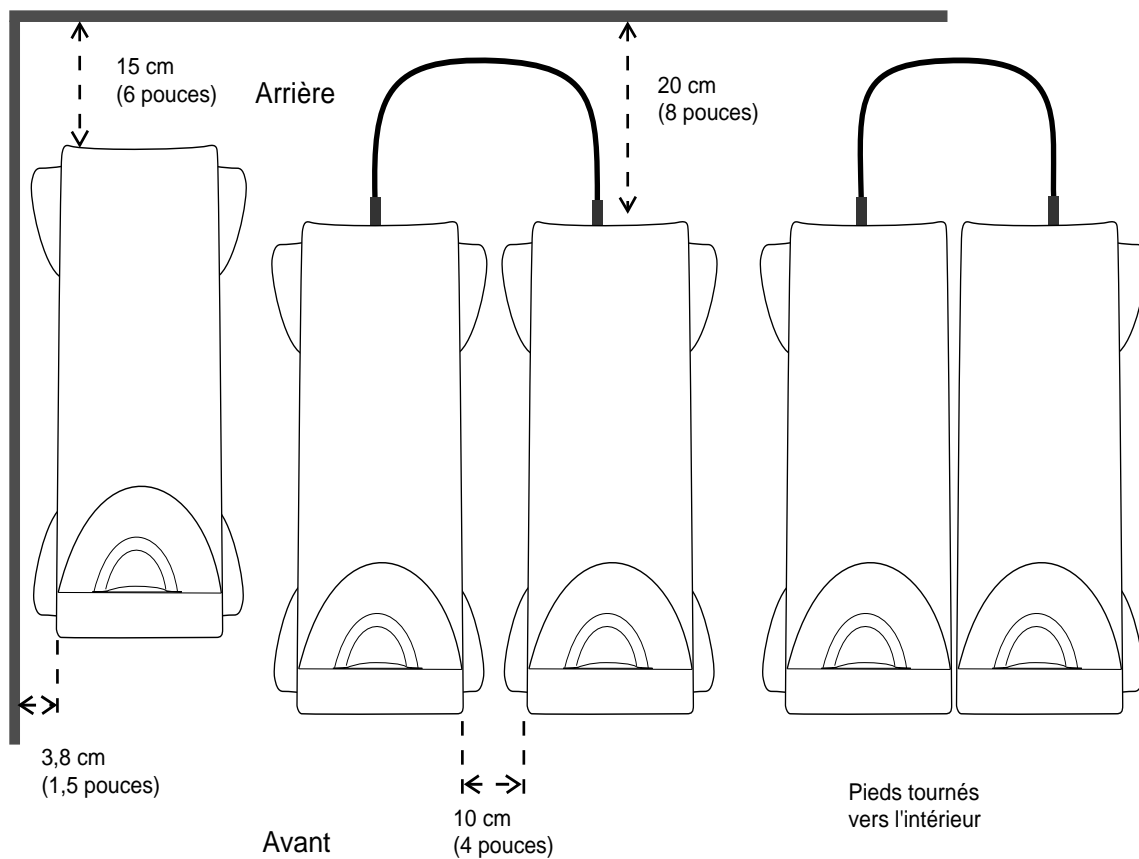

Figure 2-1 Dégagement minimal pour le serveur Origin200 (configuration en tour)
- Prévoyez un dégagement suffisant pour une bonne ventilation et un refroidissement correct. Pour la liste complète des spécifications d'environnement, reportez-vous au Tableau 1-4 du Chapitre 1, "Présentation du système Origin200". La Figure 2-1 ci-après indique les distances minimales requises autour du châssis.